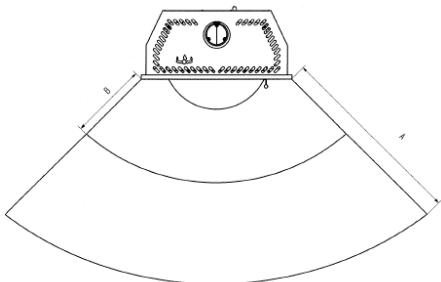

Fig. 8
110 cm (A), misurati dal bordo anteriore dell'apertura del focolare. La distanza di sicurezza si riduce ai **50 cm** (B) qualora di fronte all'elemento sia installata una protezione areata (v. fig. 8).